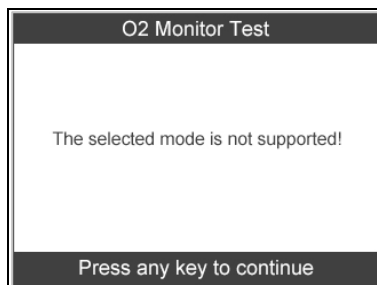

Figure 6.18
- Si le véhicule ne prend pas en charge le mode, un message s'affiche. (Figure 6.18)